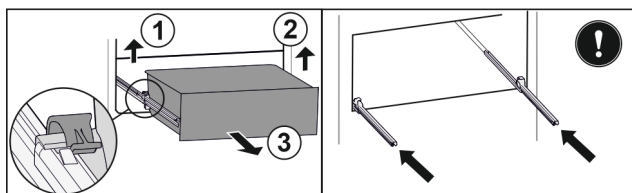

Fig. 152
- Sollevare il morsetto sinistro e allo stesso tempo tirare in avanti il cassetto sinistro. Fig. 152 (1)
- Sollevare il morsetto destro e allo stesso tempo tirare in avanti il cassetto destro. Fig. 152 (2)
- Rimuovere il cassetto tirandolo in avanti. Fig. 152 (3)